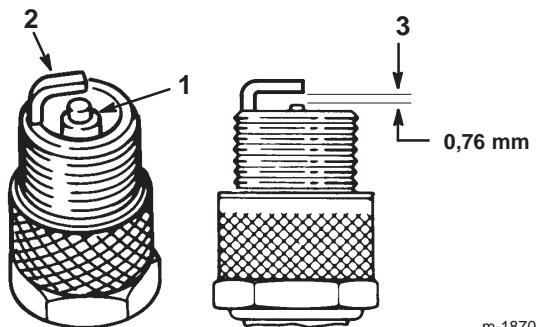

Bild 24
- Sehen Sie sich die Mitte der Zündkerze an (Bild 24). Wenn der Kerzenstein hellbraun oder grau ist, ist der Motor richtig eingestellt. Eine schwarze Schicht am Kerzenstein weist normalerweise auf einen schmutzigen Luftfilter hin.
- Prüfen Sie den Abstand zwischen den mittleren und seitlichen Elektroden (Bild 24) und biegen die seitliche Elektrode bei falschem Abstand zurecht.